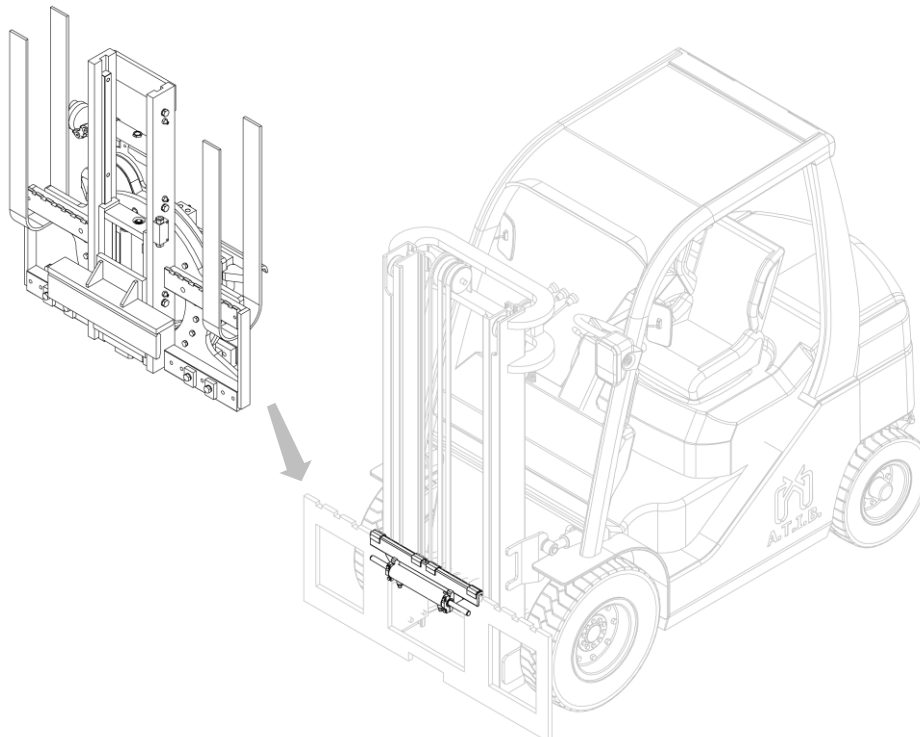

Figura 8
7. Con un carrozzone o un paranco di portata sufficiente posizionare l'attrezzatura sul doppio gancio, avendo cura di posizionarla in modo corretto (vedi *Figura 8*).